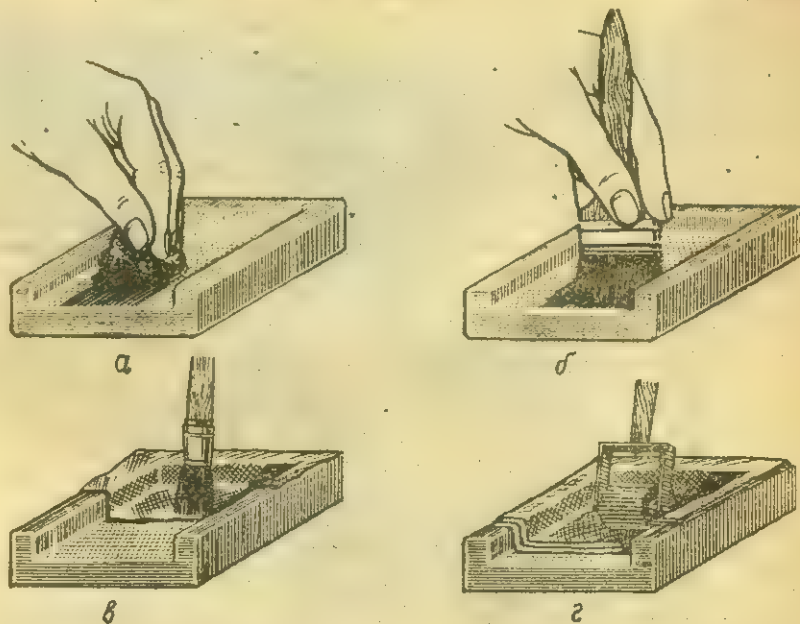

РИС. 2. ПОДГОТОВКА ФОРМЫ:
1. Подготовка формы. Смыть остатки разделительного слоя от предыдущей формовки. Высушить их и тщательно осмотреть. Если нужно — зашпаклевать и зачистить. Протереть форму тампоном, смоченным в бензине (рис. 2, а).
Расход состава примерно по 100 г на квадратный метр. Плоской кистью покрывают рабочую поверхность формы (рис. 2, б). Высушивают 2—3 часа.